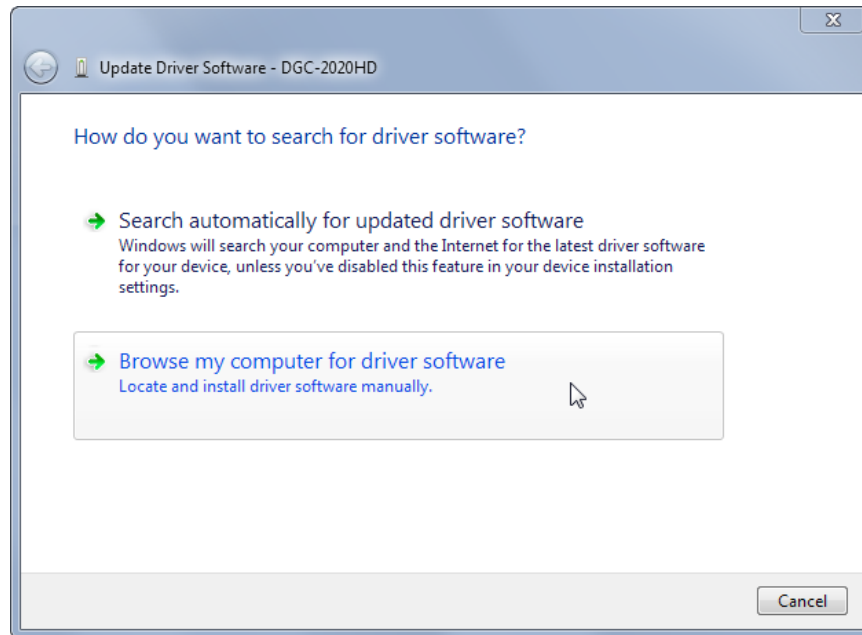

Figura 9-4. Actualizar software del controlador - DGC-2020HD
Paso 4: Seleccione Examinar mi computadora para el software del controlador como se muestra en la Figura 9-4.